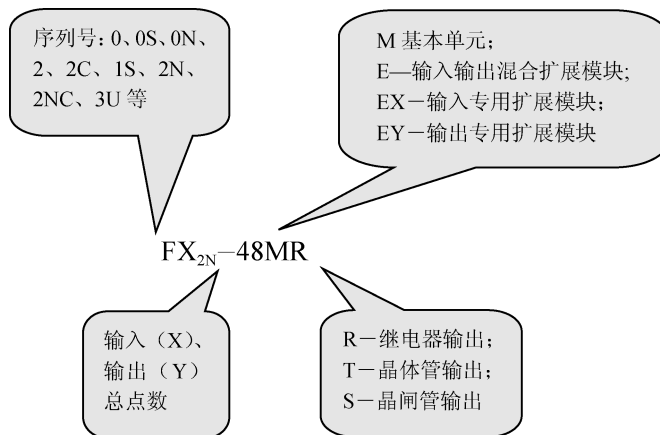

图 1-6 FX 系列 PLC 的型号表示方法
(1) 观察实验台上 PLC 的型号。
(2) FX 系列 PLC 型号的组成(以 FX_{2N}-48MR 为例)(图 1-6)。